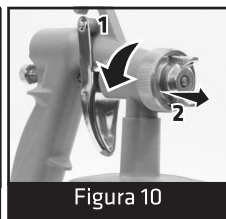
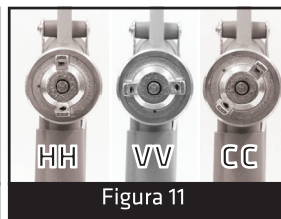

Figura 10
Figura 11
- Para selecionar o tipo de spray solicitado, solte o anel (**Figura 10**) e ajuste a posição, puxando e girando o bocal para obter: HH = spray horizontal VV = spray vertical CC = spray circular (**Figura 11**).
- O movimento deve ser horizontal se o spray é vertical (**Figura 11**) ou vice-versa.